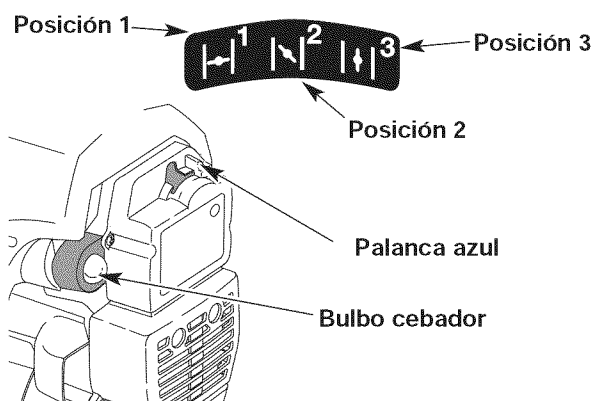

Fig. 10
3. Coloque la palanca azul en Posición 1 (Fig. 10).